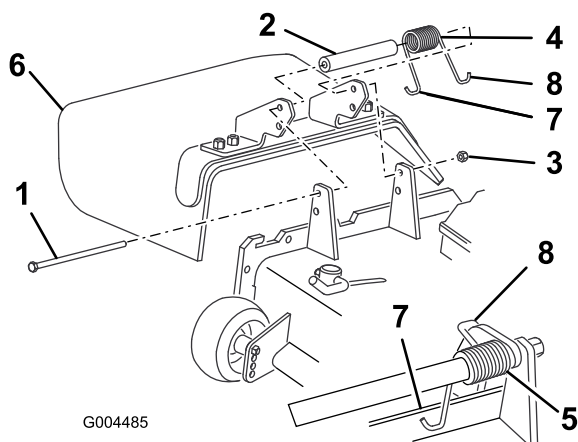

Figura 78
2. Retire la contratuerca, el perno, el muelle y el espaciador que sujetan el deflector a los soportes de pivote (Figura 78). Retire el deflector de hierba dañado o desgastado.
3. Coloque el espaciador y el muelle entre los soportes del deflector de hierba nuevo (Figura 78). Coloque el gancho en J del extremo izquierdo del muelle detrás del reborde de la carcasa.
Nota: Asegúrese de colocar el gancho en J del extremo izquierdo del muelle detrás del reborde de la carcasa antes de instalar el perno, según muestra Figura 78.
4. Instale el perno y la tuerca. Coloque el extremo derecho en J del muelle alrededor del deflector de hierba (Figura 78).